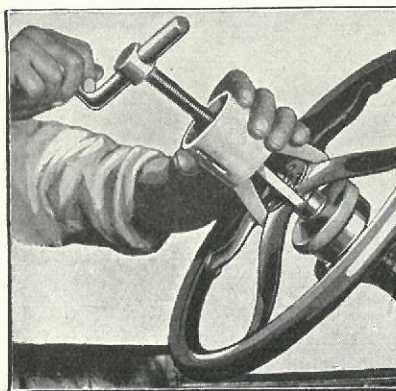

Fig. 14
- (e) Fjern Rattet ved at skruer Ratmøtrikken af og træk Rattet af med en Aftrækker (Fig. 14).